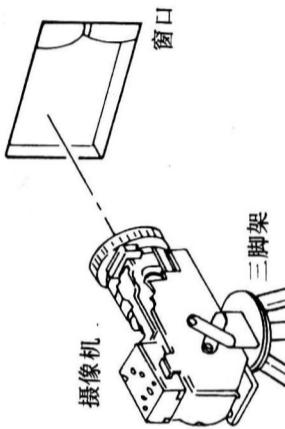

图 71
② 拍摄室外日光光源，射入的光只限于室外光，传感器上的光源和照度必须大于 500lx，色温必须在 5000~6000K 之间，如图 71 所示。